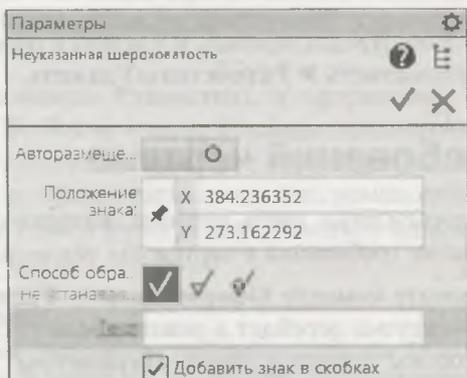

Рис. 14.11. Панель **Параметры: Неуказанная шероховатость**
- ◆ вызовите команду **Оформление ► Неуказанная шероховатость ► Задать/Замени**. На панели **Параметры: Неуказанная шероховатость** (рис. 14.11) появились элементы управления (см. табл. 14.2), а в правом верхнем углу фантом обозначения;